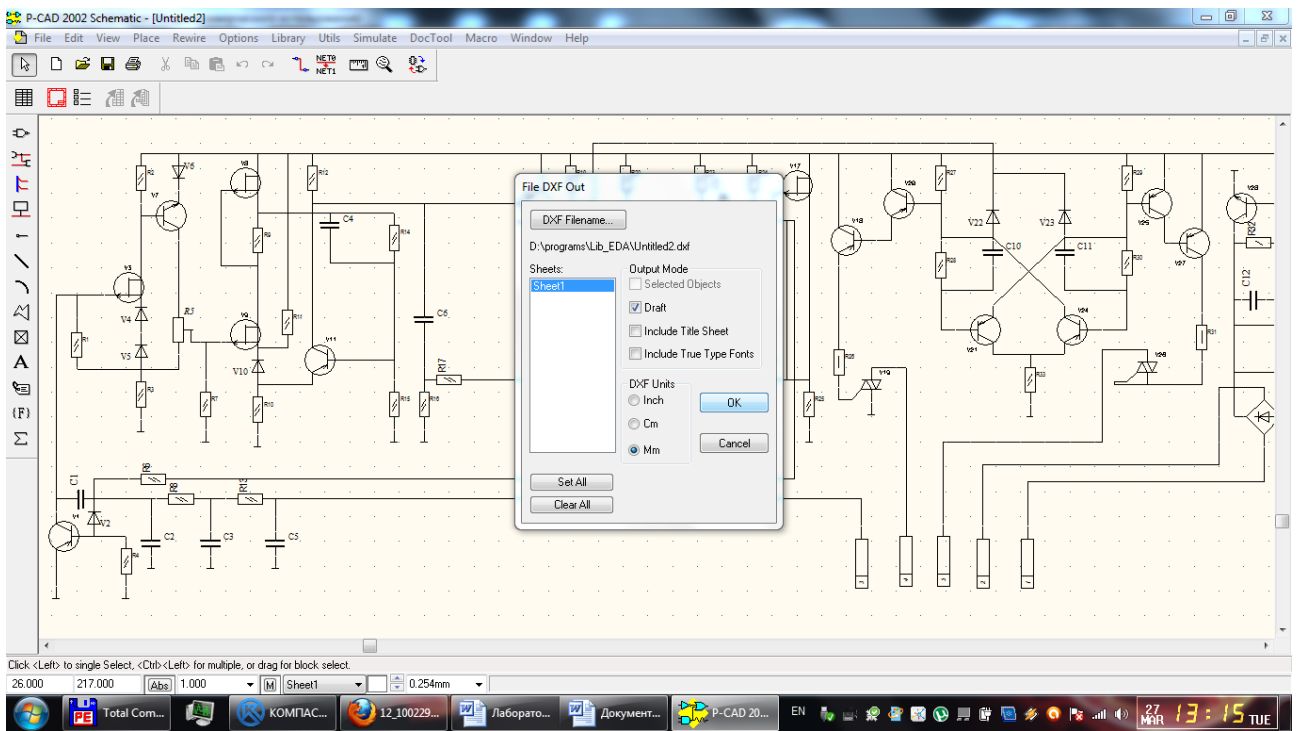

Рисунок 8.2. Вікно File DXF Out
При запуску команди DXF Out з командного меню File запускається вікно File DXF Out (рис. 8.2). При цьому, необхідно встановити налаштування такі, як на рис. 2.2. Вказавши місце збереження формату DXF використавши клавішу DXF Filename необхідно натиснути клавішу ОК.
2. Створити проміжний файл DXF формату (див. рис. 8.2).